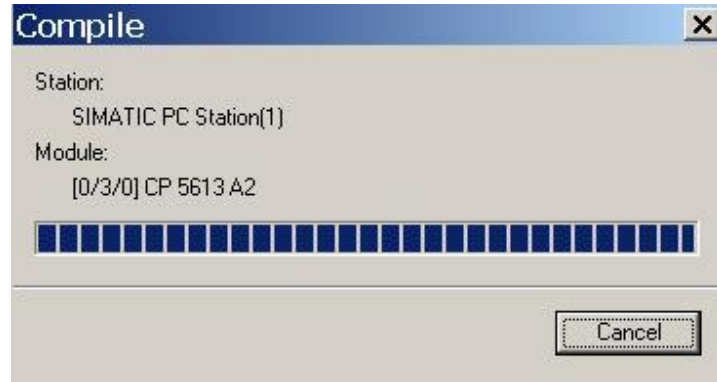

图 21 保存编译
8. 完成 PC 站组态设置后，按下编译存盘按钮确定且存储当前组态配置，保存编译无误后，将正确组态信息下载到 PC Station 中，如图 21。